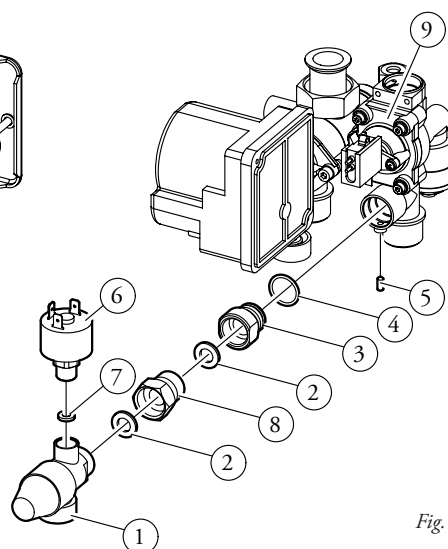

Fig. 1
- Tagliare di misura i cavi del micro pressostato impianto (rif. 9 fig. 1), spelarli e collegarli ai 2 morsetti volanti con cavi bianchi presenti nel kit come rappresentato nello schema elettrico.
- Collegare i cavi bianchi con faston del cablaggio al pressostato impianto (rif. 6 fig. 1) e coprirlo con il cappuccio di protezione presente.
Victrix 20 - 27 e Plus (Fig. 1).